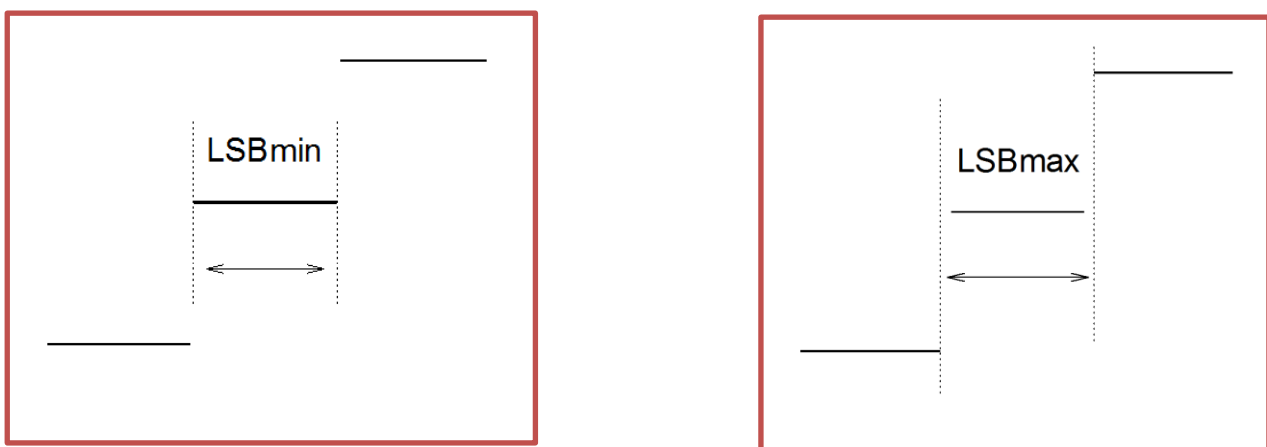

Figura 2 – Determinação experimental do passo de quantização
d) Terminada a coleta dos dados, delimite um degrau da conversão, utilizando os cursores disponíveis no VI, conforme indicação da Figura 2. Determine os valores LSB_{min} e LSB_{max} experimentais. Apresente os resultados **no seu relatório** e avalie se estão coerentes com o valor calculado no item 2.1.a.